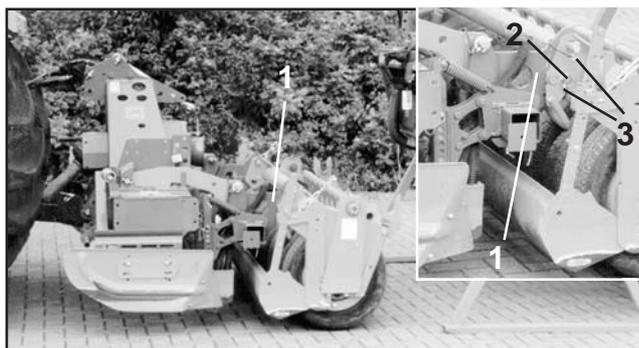

Рис. 6.7
6.2.2 Соединение почвообрабатывающей машины и рамы тукового сошника с колесным упаковщиком (Рис. 6.7)